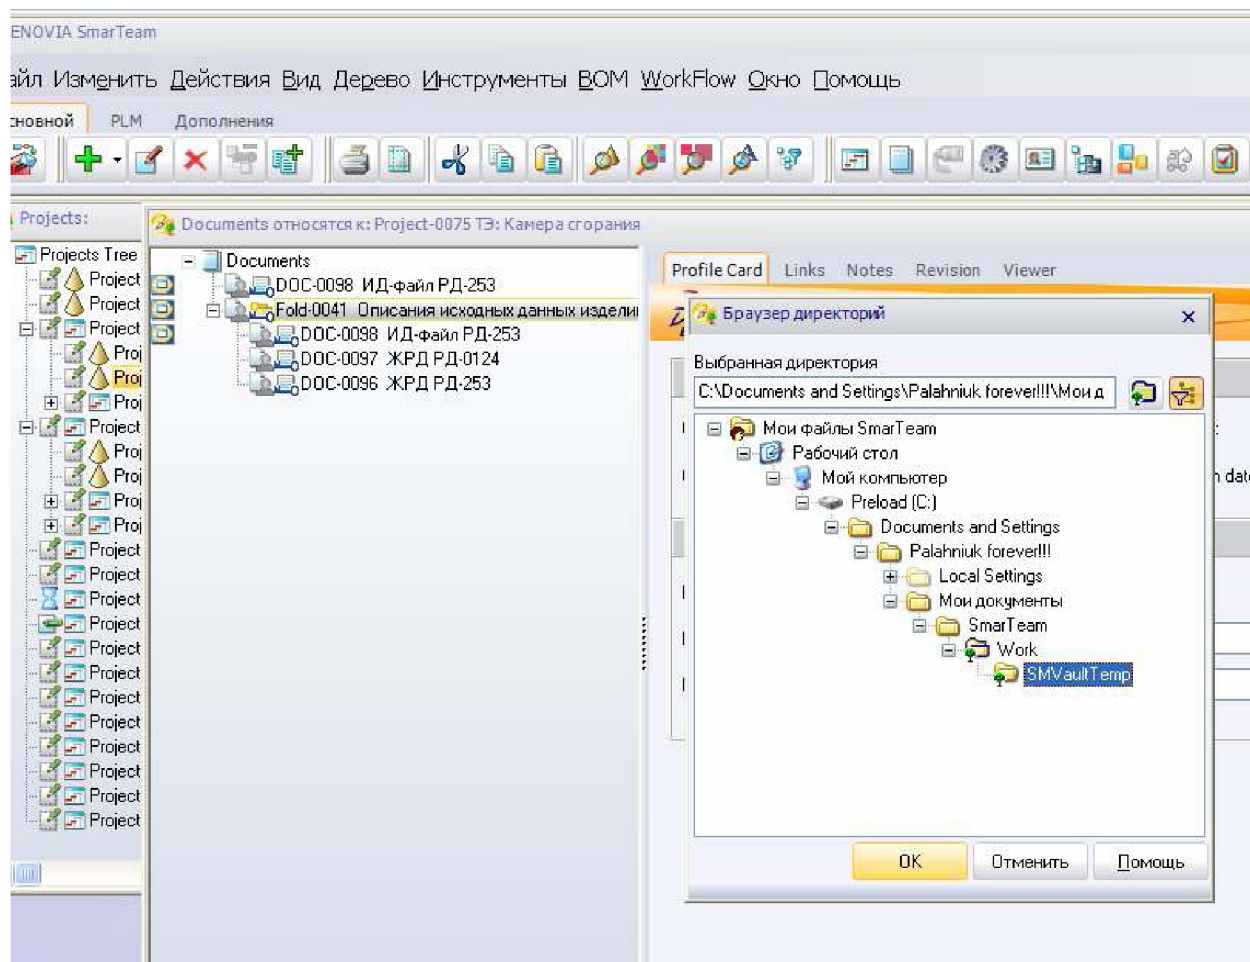

Рисунок 20 – Создание объекта «Ребенка» к объекту «Описания исходных данных» (закладка «System») - указание раздела хранения файла данных
- Каталог. Здесь указывается папка, индивидуально выданная данному пользователю администратором (рисунок 20). Требуется указывать сетевой путь⁴ в виде: «//...SmarTeam/Work»⁵.